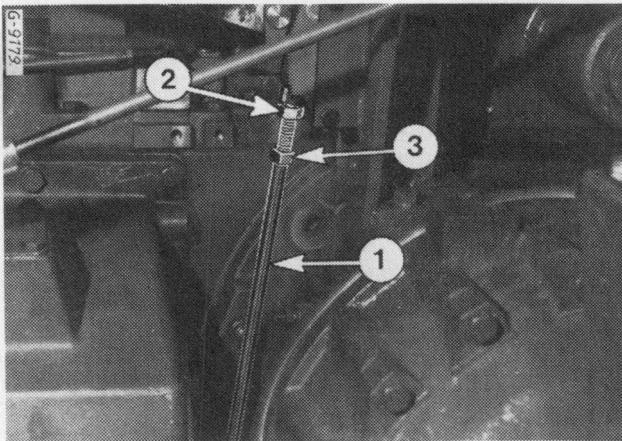

Figure 90
Desserrez les contre-écrous (2, fig. 90) et raccourcissez la tige (1) en tournant l'écrou hexagonal (3) jusqu'à obtention du réglage correct.